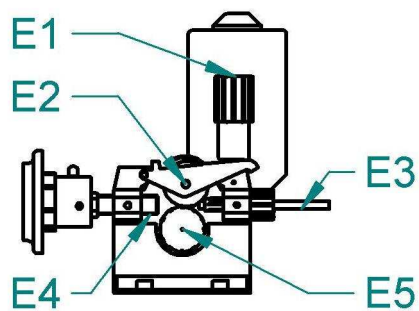

Abb. 4-Rollen Drahtvorschub
1. Kippen Sie die Spannmutter (Abb.4, Pos. E1) bei Doppel-Drahtvorschubrollen nach rechts, bzw. bei Vier-Drahtvorschubrollen nach vorn, die Andruckrolle (Abb.4, Pos. E2) wird nach oben geöffnet.
2. Schrauben Sie das PVC-Sicherungsteil heraus (Abb.4, Pos. E5) und nehmen Sie die Drahtvorschubrolle ab.
3. Sofern an der Drahtvorschubrolle die geeignete Rille ist, drehen Sie die Rolle um und setzen Sie sie wieder auf die Welle und sichern sie durch Einschrauben des Sicherungsteils ab (Abb. 4 Pos. E5).
3. Schneiden Sie das am Rand der Wickelrolle befestigte Drahtende ab und schieben es in der Drahtseele (Abb. 4, Pos. E3) über die Drahtvorschubrolle (Abb.4, Pos. E3) und etwa 5 cm in das Rohr des Konnektors EURO (Abb.4, Pos E4). Kontrollieren Sie ob der Draht durch die richtige Rille der Drahtvorschubrolle führt.
4. Kippen Sie die Andruckrollen so herunter (Abb. 4 Pos. E2), damit die Zähne ineinander greifen und bringen Sie die Spannmutter (Abb.4, Pos. E1) in senkrechte Lage.
5. Stellen Sie den Druck der Spannmutter so ein, dass ein problemloser Transport des Drahtes gewährleistet ist, wobei der Draht nicht deformiert werden darf. Die Stellschraube befindet sich unter der PVC-Schraube (Abb. 4, Pos.E1).